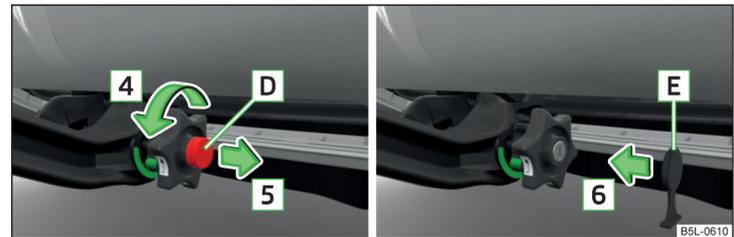

Fig. 147 Desbloquear el cierre y extraer la llave / colocar la tapa del cierre
- Bloquee el cierre de volante girando la llave **[D]** » fig. 147 hasta el tope en el sentido de la flecha **[4]** y extraiga la llave en el sentido de la flecha **[5]**.